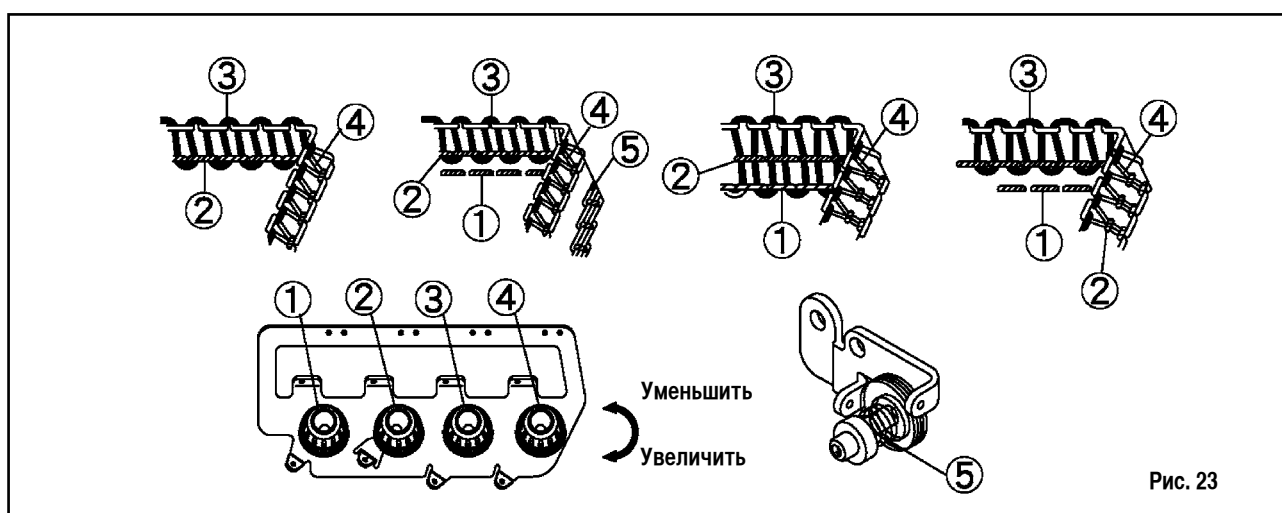

Рис. 23
1. Гайки для регулировки натяжения нити. (Рис. 23)